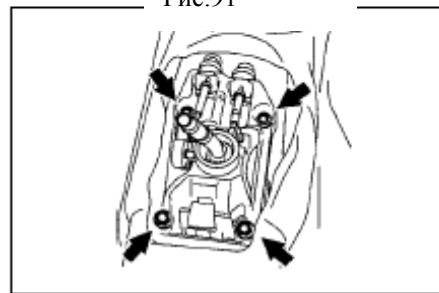

Рис.92
9. Установите на пол рычаг переключения передач. (рис.92)